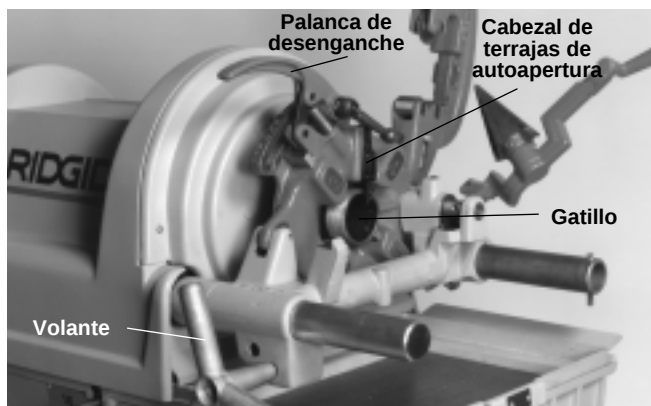

Figura 10 – Roscado de tubos con el cabezal de terrajas No. 815A
- Gire el volante del carro para colocar las terrajas contra el extremo del tubo. Una leve presión sobre el volante pondrá a las terrajas en marcha (Figura 10).
El Cabezal de Terrajas de Auto-apertura No. 815A (Figura 10) para roscas a mano derecha necesita cuatro juegos de terrajas para roscar tubería desde $\frac{1}{8}$ hasta 2 pulgadas. Se precisa un juego de terrajas para cada uno de los siguientes tamaños: ($\frac{1}{8}$ pulg), ($\frac{1}{4}$ y $\frac{3}{8}$ pulg), ($\frac{1}{2}$ y $\frac{3}{4}$ pulg) y (1 a 2 pulg). Para roscar pernos se necesita un juego distinto de terrajas para cada tamaño de perno.